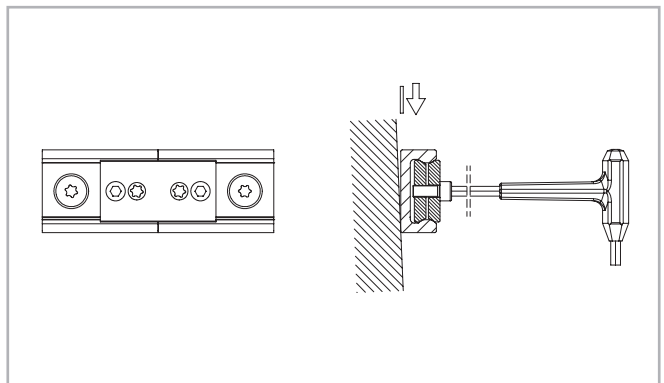

Fig. 81
- (3) Coloque o dispositivo de alinhamento no topo de junção da guia e aperte uniformemente ambos os parafusos de ajuste até as pistas de rolamentos se encontrarem alinhadas (ver fig. 81).
- (4) Depois de concluir o procedimento anterior (3) verifique se ambos os lados posteriores da guia se encontram assentados, de forma plana, sobre a superfície de montagem. Eventuais espaços livres por baixo da guia devem ser eliminados.